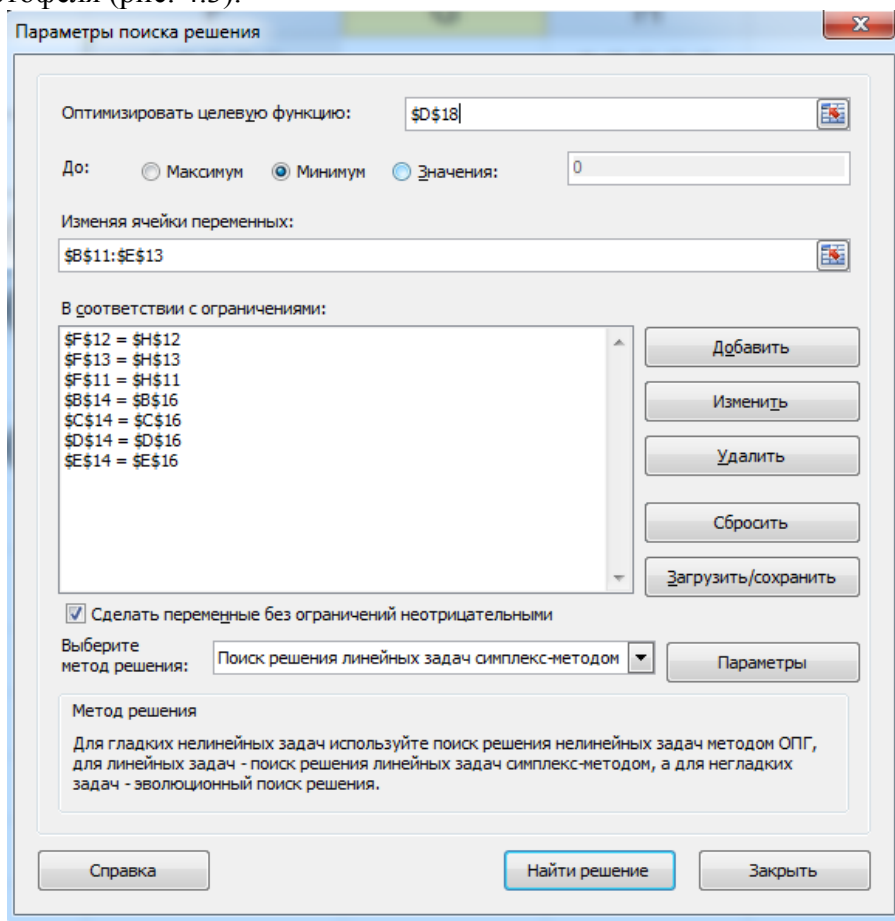

Рисунок 3 – Диалоговое окно «Поиск решения» с указанными параметрами модели
1. Указать ссылку на целевую функцию (ячейка D18, рис. 3).